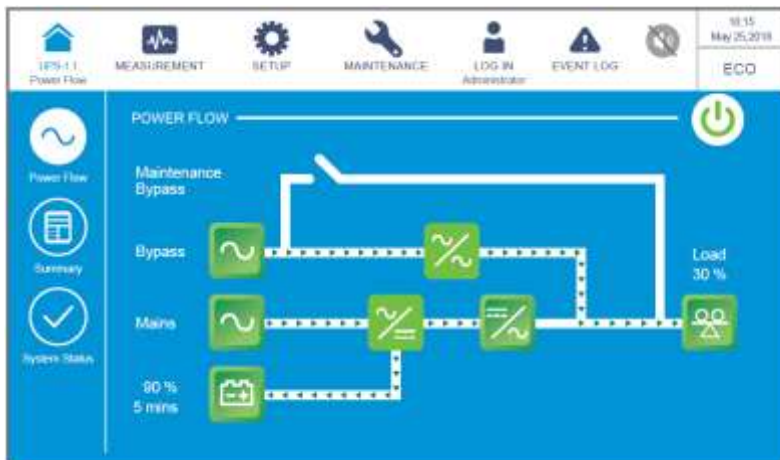

Рисунок 6-26: Экран ECO-режима
- 11 После выбора 'YES' для запуска инвертора ИБП, каждый силовой модуль запустится и выполнит самопроверку. В это же время система начинает синхронизацию с байпасным источником переменного тока. После завершения самопроверки ИБП автоматически перейдет в режим двойного преобразования. После того, как система подтвердит, что байпасное напряжение в норме, ИБП автоматически переключится в ECO-режим, чтобы обеспечить подачу питания с байпасного источника переменного тока (см. **Рисунок 6-26**). В этот момент трехцветный светодиодный индикатор загорается зеленым цветом, и появляется следующий экран. Расположение трехцветного светодиодного индикатора см. на **Рисунке 2-11**.